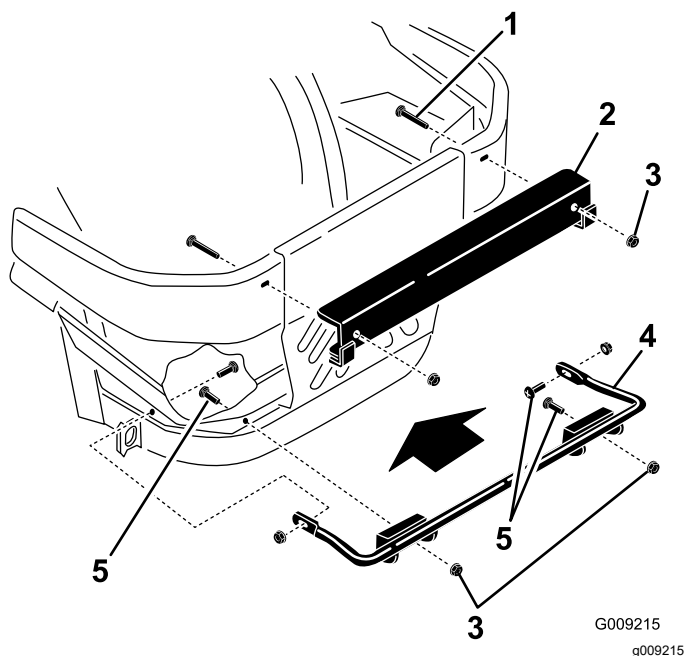

Figura 5
1. Instale el soporte de montaje inferior en el bastidor de la máquina con 4 pernos de cuello cuadrado ($\frac{3}{8}$ " x $1\frac{1}{4}$ ") y 4 tuercas con arandela prensada ($\frac{3}{8}$ "), según se muestra en Figura 5.
2. Instale el soporte de montaje superior en los parachoques laterales derecho e izquierdo con 2 pernos de cuello cuadrado ($\frac{1}{2}$ " x $2\frac{1}{2}$ ") y 2 tuercas con arandela prensada ($\frac{1}{2}$ "), según se muestra en Figura 5.